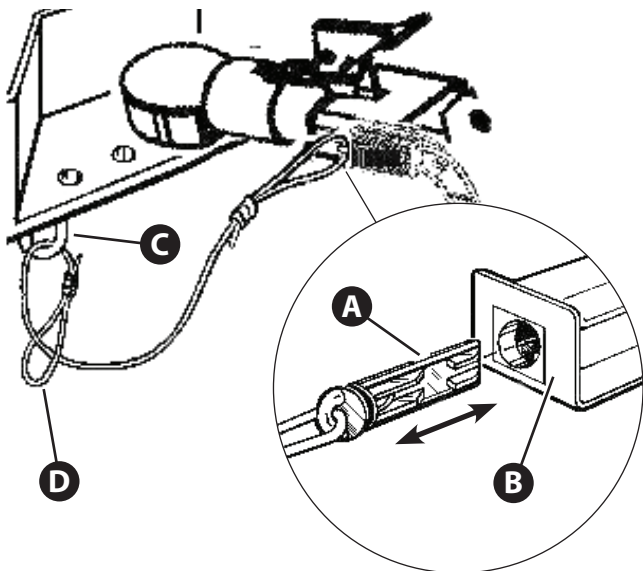

Figura 3.5
1. Retire el pasador (A, Figura 3.5) del interruptor de los frenos de separación (B).
3. Pase el pasador por la cavidad de la cadena de seguridad (C, Figura 3.5) y luego por el bucle del cable de los frenos de separación (D).